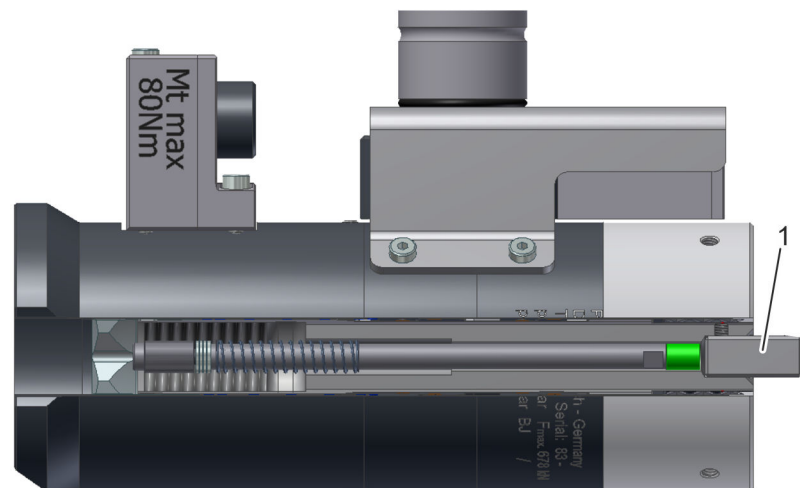

Fig. 17: Firkant
5. ➤ Sæt firkanten (Fig. 17/1) i.